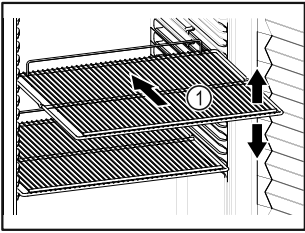

Fig. 59 Przykładowa prezentacja
- Jeśli ruszty do składowania Fig. 59 (1) są ruchome, należy je ustawić odpowiednio do wysokości.